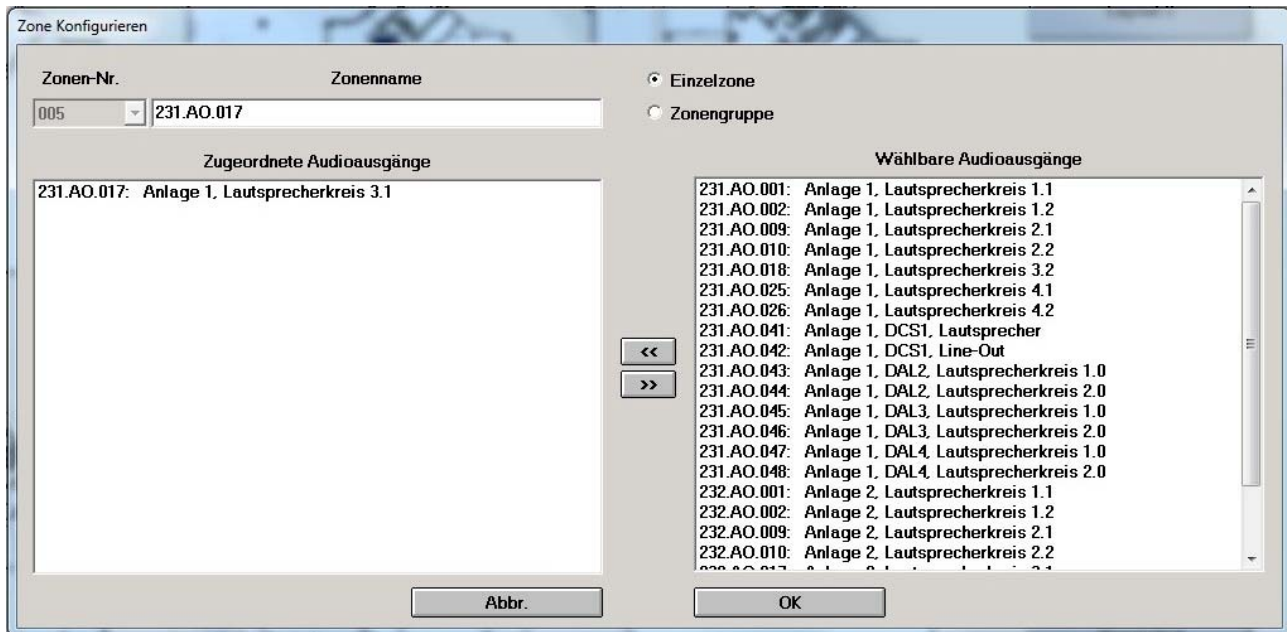

Abb. 15: Konfigurationsdialog für neu anzulegende bzw. zu ändernde Zonen
- Taste „Neu“ Anklicken. Ein Dialog zum Anlegen einer neuen Zone wird geöffnet (siehe Abb. 15).
- Anklicken der Taste „Ändern“. Ein Dialog zum Ändern der gewählten Zone wird geöffnet (siehe Abb. 15). Dieser Dialog ist ähnlich wie der zum Anlegen einer neuen Zone (siehe Kap. 4.4.1). Die Zonen-Nr. ist nicht editierbar, und nach Öffnen des Dialogs wird die aktuelle Konfiguration der dieser Nummer zugeordneten Zone angezeigt.